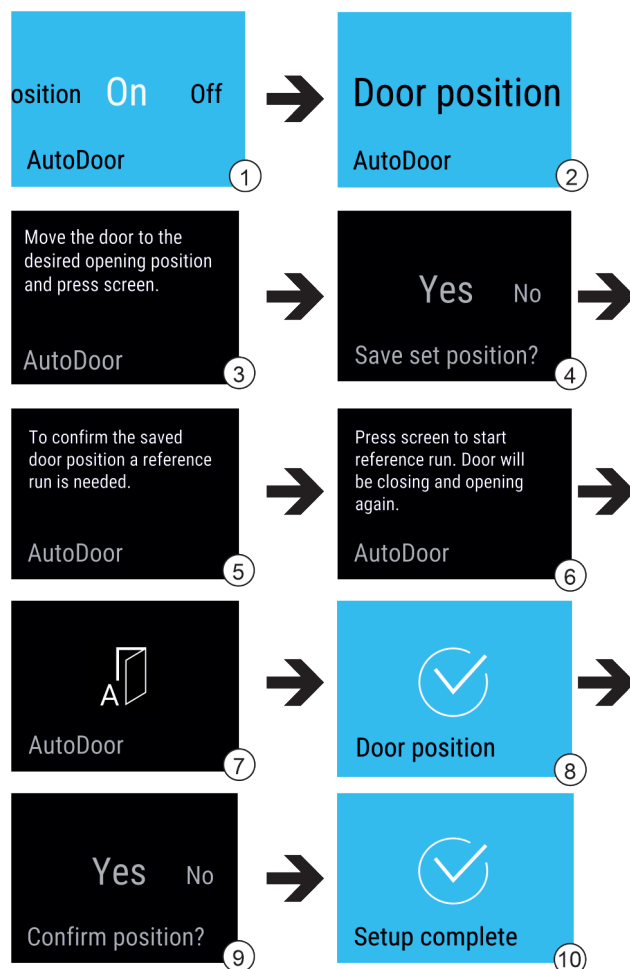

Fig. 14
- ▶ Wybrać funkcję AutoDoor. Fig. 14 (1)
- ▶ Przeciągnąć palcem po wyświetlaczu, aż pojawi się Door position. Fig. 14 (2)
- ▶ Konfiguracja kąta otwarcia drzwi: Otworzyć drzwi co najmniej 70°. Fig. 14 (3)
- ▶ Potwierdzenie kąta otwarcia drzwi: Dotknąć komunikatu na wyświetlaczu. Fig. 14 (4)
- ▶ Uruchamianie przebiegu referencyjnego: Dotknąć ekranu. Fig. 14 (6)
- ▷ Wyświetlacz miga. Fig. 14 (7)
- ▷ Przebieg referencyjny powiódł się: Wyświetlacz zmienia kolor na niebieski przez 2 sekundy. Fig. 14 (8)
- ▶ Potwierdzić kąta otwarcia drzwi. Fig. 14 (9)
- ▷ Wyświetlacz zmienia kolor na niebieski. Fig. 14 (10)